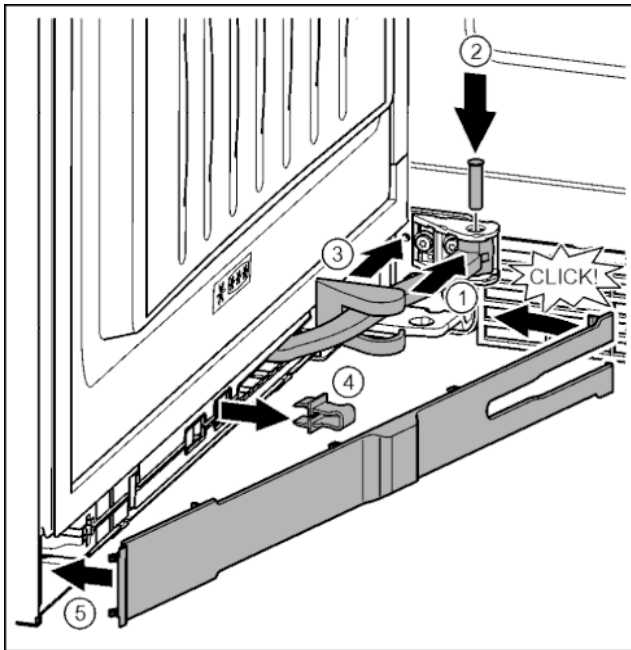

Fig. 42
- ▶ Повернуть шарнир в навеске. Fig. 42 (1)
- ▶ С помощью отвертки T15 вставить палец в навеску и шарнир. При этом следить за тем, чтобы выступ фиксатора занимал правильное положение в пазу. Fig. 42 (2)
- ▶ Переместить крышку опорного кронштейна вдоль шарнира и установить над навеской. Fig. 42 (3)
- ▶ Снять предохранитель. Fig. 42 (4)
- ▶ Установить накладку со стороны ручки и повернуть. Fig. 42 (5)